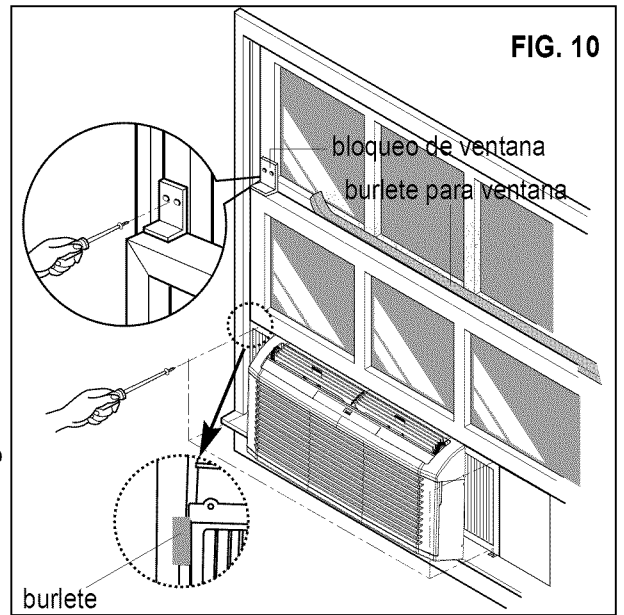

FIG. 10
Expanda los paneles de relleno y bloquéelos usando los 4 tornillos como se muestra en la FIG.10. Cuando los paneles de relleno se abren o se cierran puede encontrar cierta resistencia. Esto es normal.
- * Corte el burlete para la ventana para que se ajuste al ancho de la ventana. Introduzca el burlete entre el cristal y la ventana para evitar que entren el aire y los insectos, como muestra en la FIG.10.
- * Para minimizar las fugas de aire entre el aire acondicionado de la habitación y la apertura de la ventana, se debe aplicar un burlete apropiado (ajuste el burlete proporcionado al tamaño apropiado) en caso de que se encuentren espacios en la ubicación como lo indican las flechas en la Fig. 10.
- * Instale el soporte de bloqueo del marco con 2 tornillos para evitar que la ventana se eleve, lo que puede provocar que la unidad se caiga, tal como se muestra en la FIG.10.